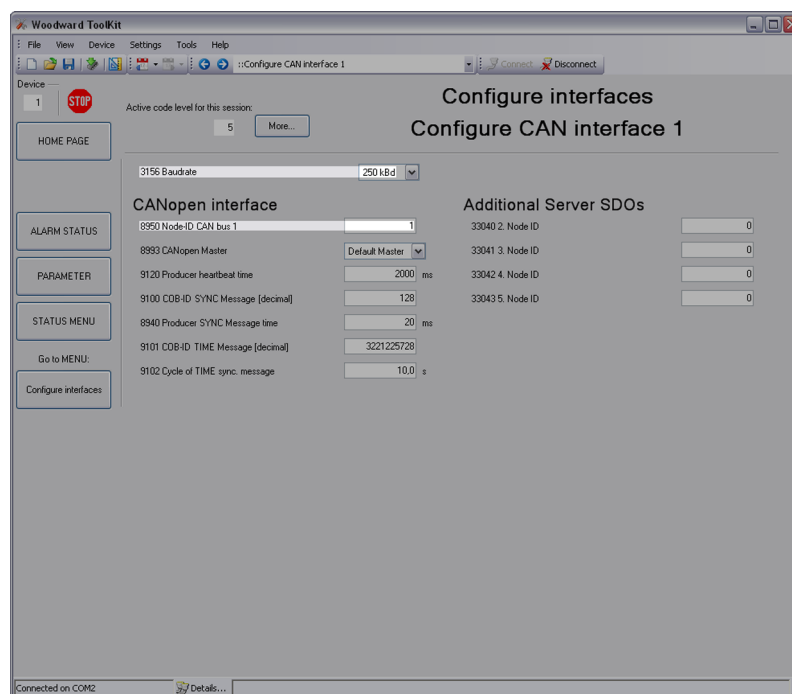

Abb. 46: ToolKit-Konfiguration - CAN-Schnittstelle 1 (Beispiel)
1. Wählen Sie „Parameter → Schnittstellen konfigurieren → CAN-Schnittstelle 1 konfigurieren“ aus (Details siehe Abb. 46).